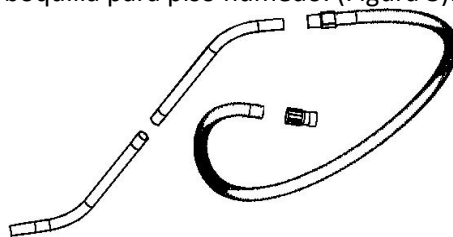

Figura 3
3. Coloque el extremo de la manguera con el conector corto en el conector cuadrado e inserte el interruptor del conector cuadrado en la ranura del conector corto. El otro extremo de la manguera debe conectarse con diferentes accesorios según el trabajo de limpieza, como el conjunto de boquilla para piso seco o el conjunto de boquilla para piso húmedo. (Figura 3).